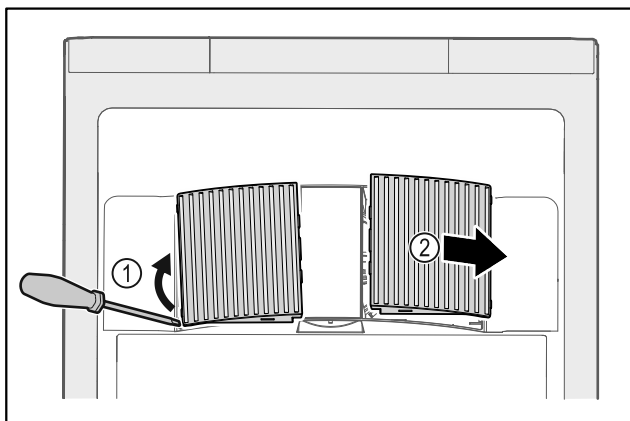

Fig. 173
- Bänd försiktigt loss flätkåporna på sidan Fig. 173 (1) och ta av dem framåt Fig. 173 (2).